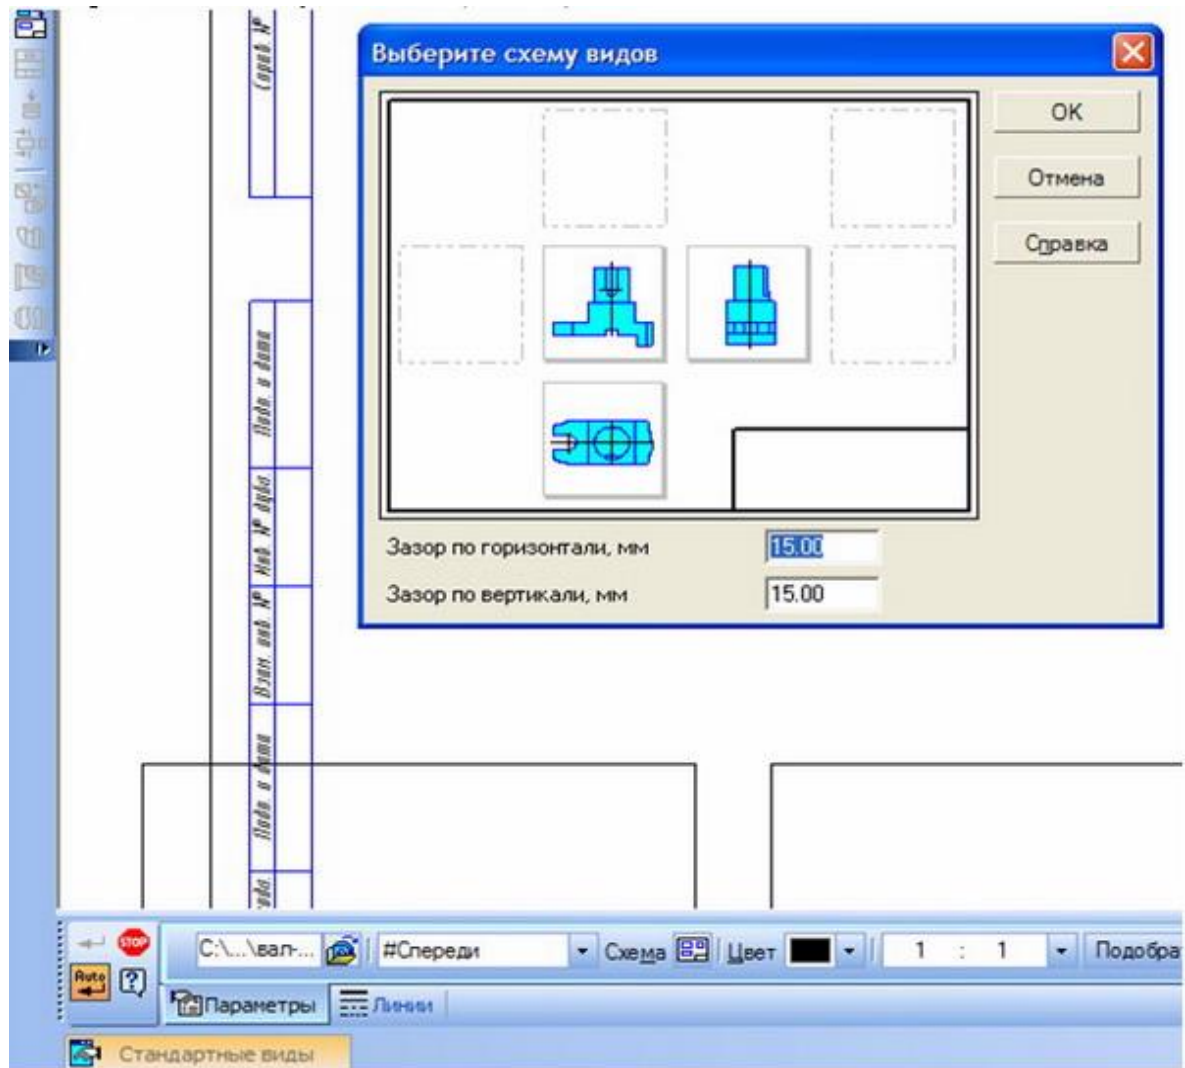

Рис. 47. Выбор схемы видов
3. Вызвать кнопкой Стандартные виды диалог выбора модели. После выбора модели на панели Свойств нажмите кнопку Схема. Задайте зазоры по горизонтали и вертикали между видами (рис. 47).